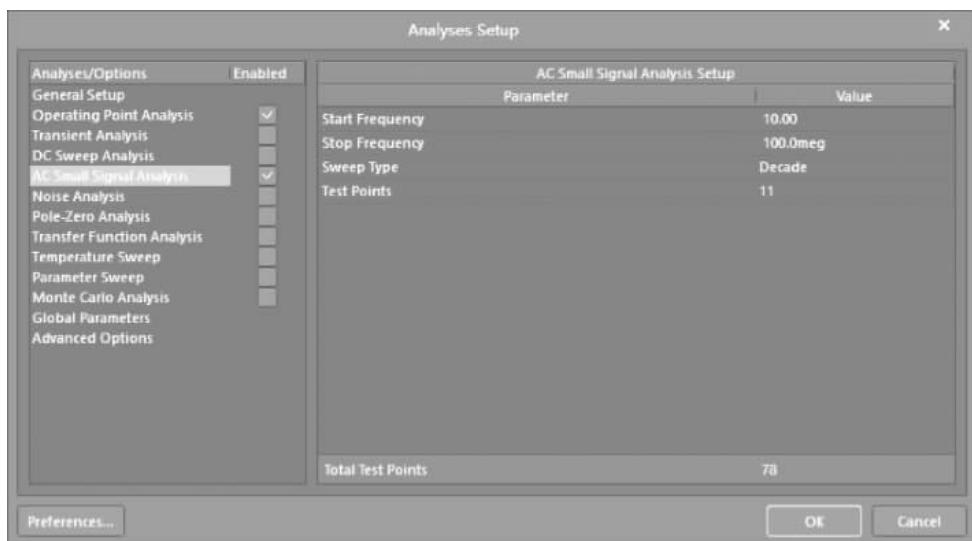

图 3-31 设置交流分析参数
② 选中 AC Small Signal Analysis(AC 小信号分析),出现 AC Small Signal Analysis Setup(AC 小信号分析设置)界面,按图 3-31 界面设置参数。
③ 单击 OK 按钮,退出分析设置界面。在 AD 主界面主菜单下选择 Simulate→Run 'Mixed Sim' Simulation,开始运行仿真。